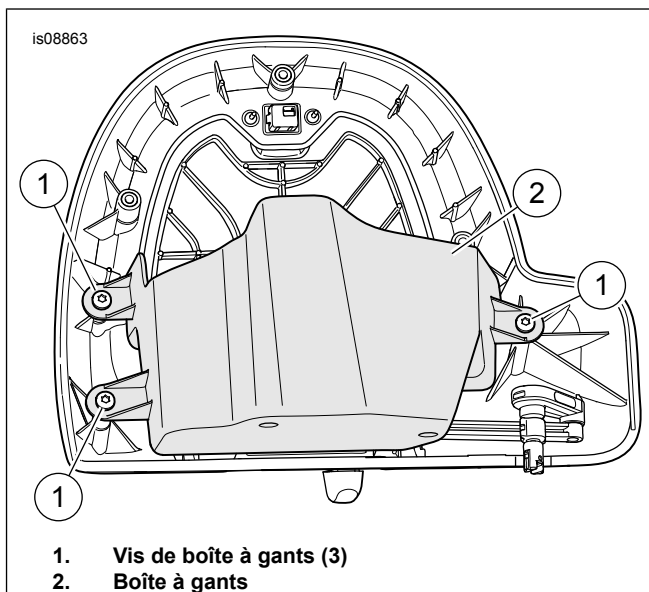

Figure 3. Vis de boîte à gants
4. Voir la figure 3. Retirez les vis de boîte à gants (1) et la boîte à gants (2).